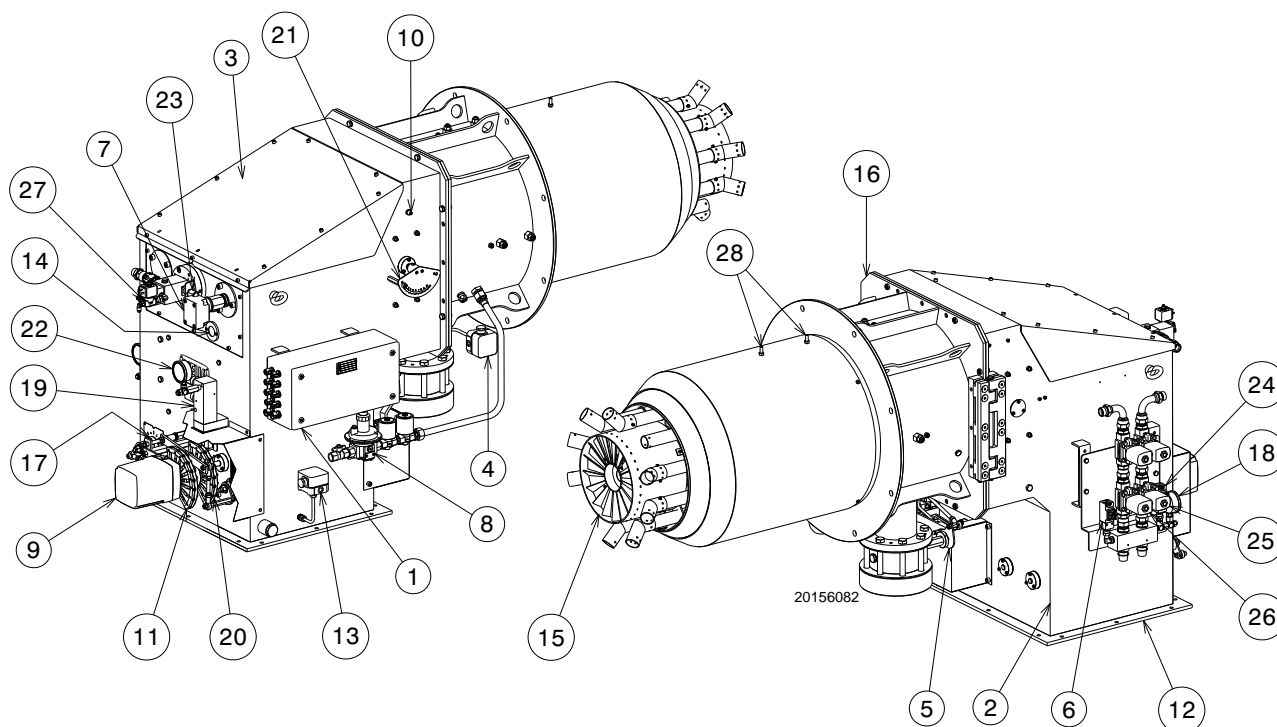

Fig. 8
- (1) Condizioni di riferimento: Temperatura ambiente 20°C - Temperatura gas 15°C - Pressione barometrica 1013 mbar - Altitudine 0 m s.l.m.
(2) Pressione alla presa (Fig. 8) con pressione zero in camera di combustione ed alla potenza massima del bruciatore.